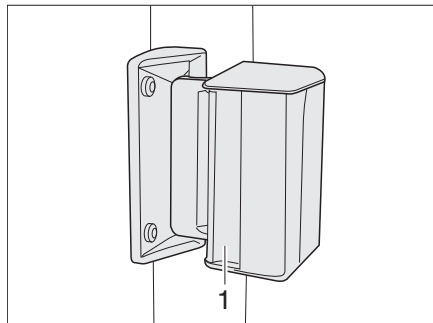

Bild 63 Schiebefenster
- Griff (Bild 63,1) drücken und gleichzeitig nach vorn oder hinten schieben oder ziehen.